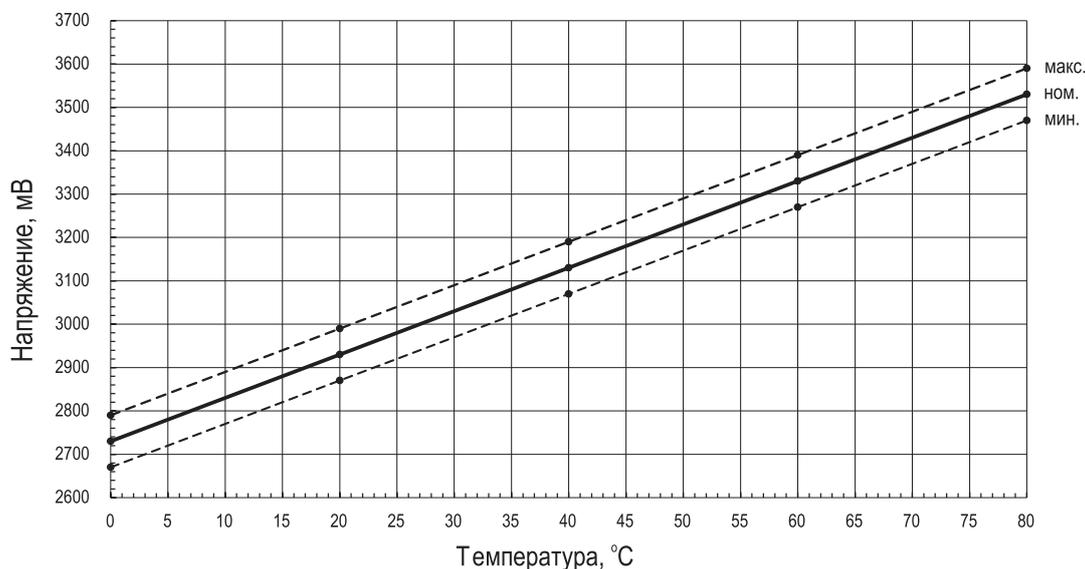

Рис.21 Напряжение на датчике в зависимости от температуры
- Проверить датчики температуры путем измерения напряжения на них, зависящего от температуры окружающей среды (см. рис.21).